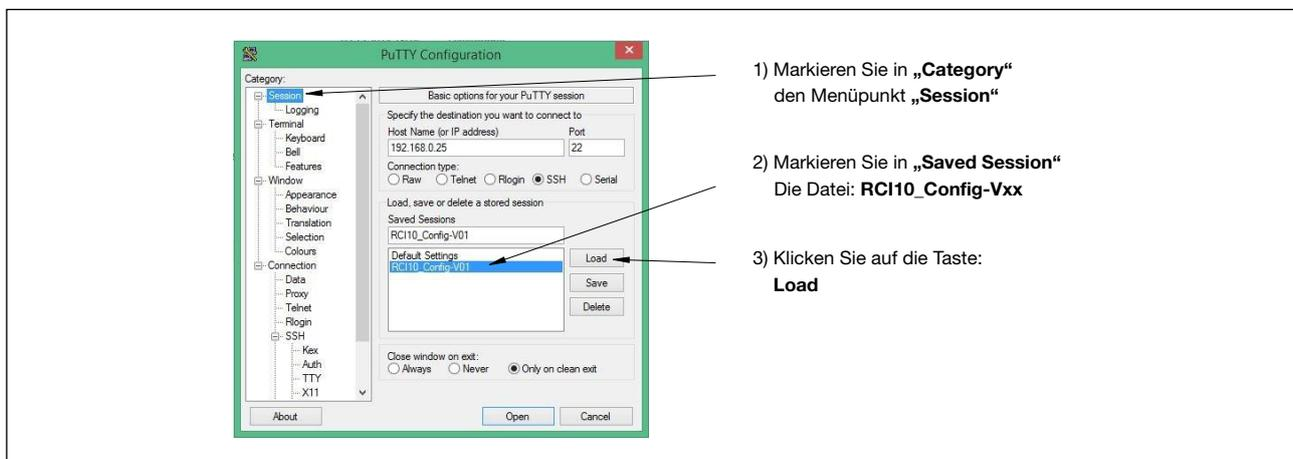

Abbildung 7; IP-Konfiguration 'LePutty®'
1. Starten Sie das Programm mit einem Klick auf das Programm Icon *Putty®*. Führen Sie die Schritte 1 bis 3 rechts neben der Abbildung 7; IP-Konfiguration 'LePutty®' aus.
- Markieren Sie in „**Category**“ den Menüpunkt **Sessions**, siehe Abbildung 7; IP-Konfiguration LePuTTY oben
-  Falls Sie die IP-Adresse der RCI10 Baugruppe geändert haben können Sie die RCI10 SSH-Oberfläche nicht mehr öffnen. Hierzu müssen sie die geänderte RCI10 IP-Adresse auch im *LePutty*[®] Programm eingeben, siehe *LePutty*[®] Fenster, Abbildung 7; IP-Konfiguration *LePutty*[®] „Host Name (or IP address)“. Speichern Sie die Änderung mit dem Schalter „**Save**“ im *LePutty*[®] Fenster.